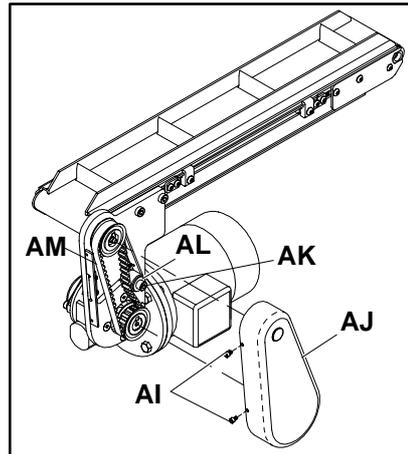

Abbildung 16: Entfernen des Riemenschutzes
Unterbrechen Sie die Stromzufuhr. Entfernen Sie dann die Schrauben (AI in Abbildung 16), mit denen der Riemenschutz befestigt ist (AJ). Entfernen Sie anschließend den Riemenschutz.
Ziehen Sie die Kopfschraube (AK in Abbildung 16) der Spannager-Einheit mit einem Drehmoment von 24 Nm fest.